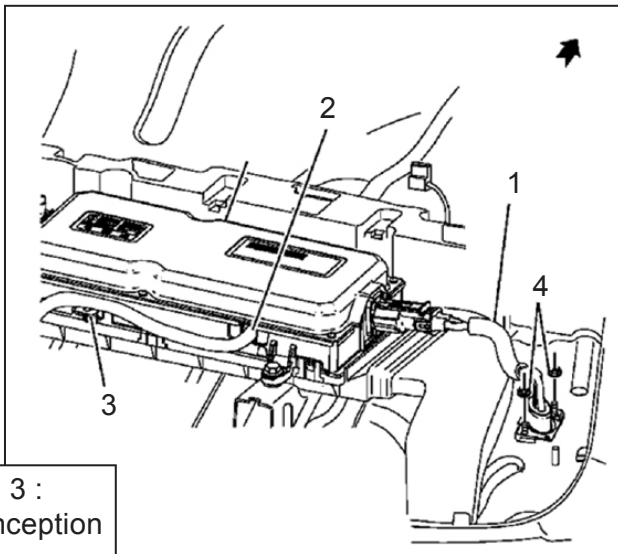

Figure 3 :
- 2.1 Brancher l'ensemble câble positif et négatif de la batterie (300 V) (1) au connecteur principal du module de commande d'alimentation c.c. des accessoires. Poser la pièce de retenue CPA. **Voir figure 3.**
- 2.3 Serrer les fixations (4) du câble positif et négatif de la batterie (300 V) à 9 Nm (80 lb po). **Voir la figure 3.**
- 3.5 Brancher le connecteur de faisceau de câbles (signal de données 10 voies) au module d'alimentation c.c. des accessoires à (2). **Voir la figure 3.**